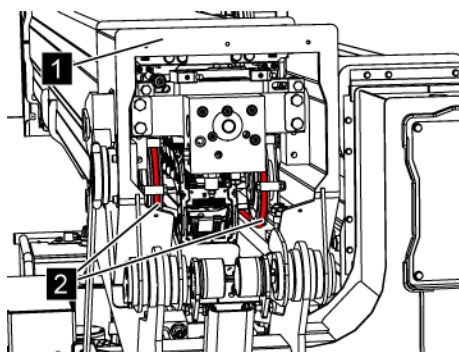

Abb. 228: Oberarmprofil
5. Wartungsklappe am Oberarmprofil (Abb. 228/1) entfernen.
6. Während der Oberarm ausfährt, Sprühfett KL300 (Art.-Nr. 3917/0036) auf die Seile (Abb. 228/2) sprühen.